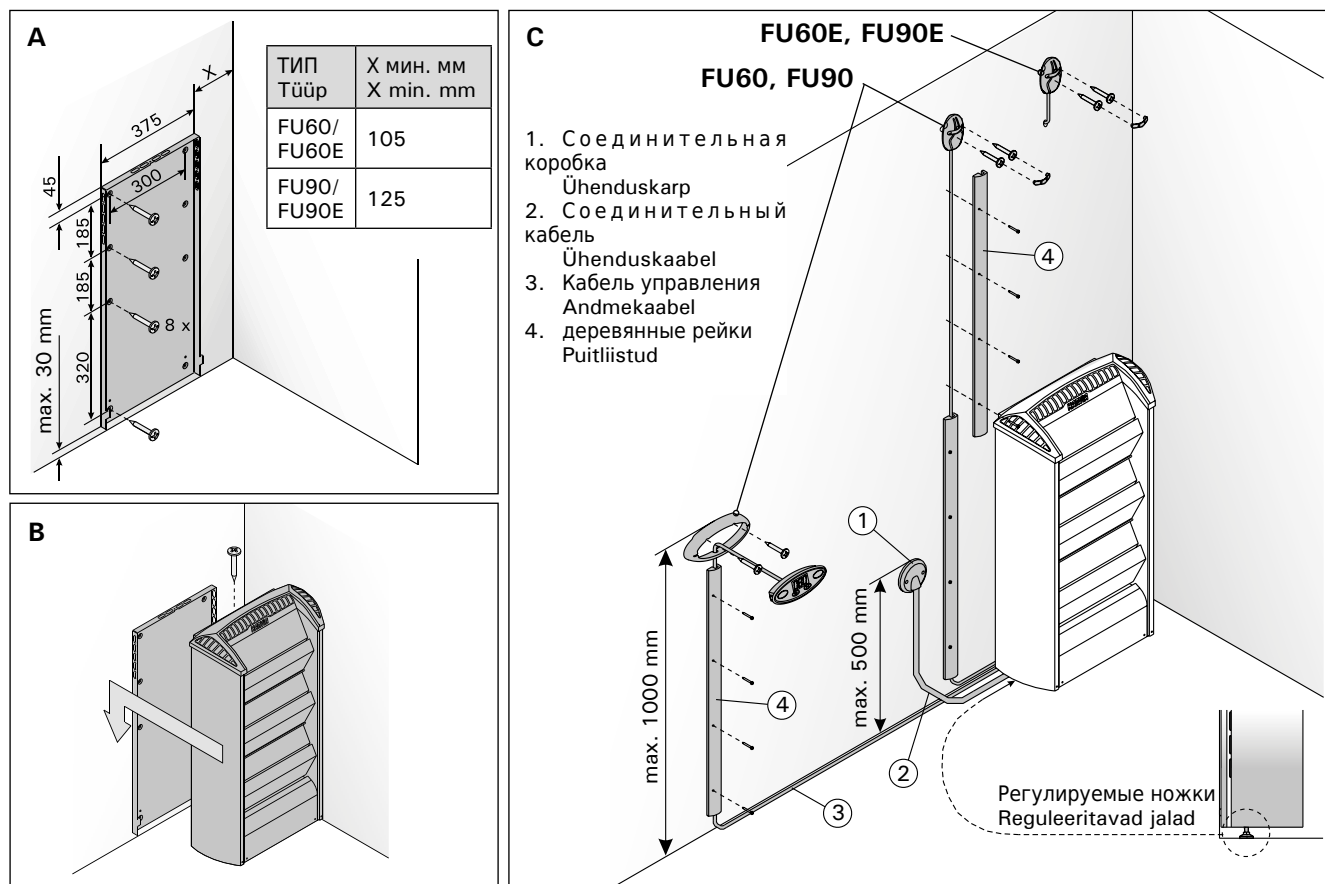

Рисунок 7. Расположение монтажной рамы каменки и подключение каменки
1. С помощью прилагаемых шурупов прикрепите к стене монтажную раму, соблюдая минимальные расстояния, указанные в таблице 2 и на рис. 5. Установка рамы изображена на рис. 7.
Панель управления каменки FU поставляется в комплекте с тремя деревянными рейками, которыми можно закрыть кабель управления, установочным фланцем и двумя винтами для крепления панели на удобной высоте. Если в стене имеется канал для прокладки кабелей, то кабель, ведущий к панели управления, можно скрыть в стене. В противном случае монтаж следует производить по поверхности стены. См. рис. 7. Сигналы, передаваемые панелью управления, являются слаботочными сигналами. Поэтому панель безопасна при установке на основание из любого материала.